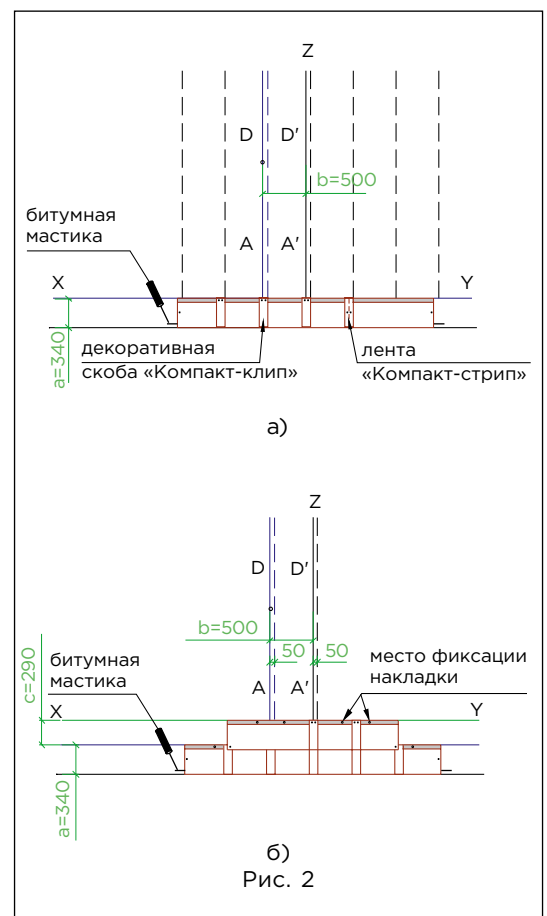

Рис. 2
Укладка материала (рис. 2)
- укладка черепицы начинается от линии AD, при этом ее верхний край выравнивается по линии XY (рис. 2а);
- листы первого ряда укладываются встык и фиксируются двумя гвоздями по центру коротких сторон на расстоянии 20 мм от края (рис. 2а);
- правая сторона скобы «Компакт-клип» выравнивается по линии A'D' и фиксируется двумя гвоздями через специальные отверстия (рис. 2а);
- листы второго ряда черепицы укладываются от линии AD, их нижний край выравнивается по линии, параллельной XY; каждый лист фиксируется двумя гвоздями в 25 мм от нижней стороны; стыки и середина каждого листа закрываются декоративными скобами «Компакт-клип», которые также фиксируются двумя гвоздями (рис. 2б);